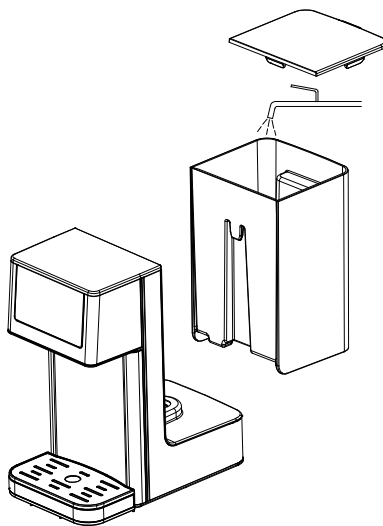

Рис. 1
- Вы можете снять резервуар для воды (6) и наполнить его водой (рис. 1), установите резервуар (6) на место и закройте его крышкой (5).
- Поставьте чашку, необходимого объема, на решётку (2) съемного поддона для капель воды (1), убедитесь, что чашка находится под носиком для слива воды (3).
- Для разблокировки теплопота, нажмите и удерживайте кнопку (16) «» в течение примерно 3-5 секунд.
- Нажатием кнопки (14) «», установите нужный объем подачи воды: 100 мл, 200 мл, 300 мл, 400 мл, 000 (непрерывная подача воды), установленный объем подачи воды отобразится цифровыми символами (18).
- Нажатием кнопки (15) «» установите нужную температуру подачи воды: 45, 55, 65, 75, 85, 100°C, 000 (вода нормальной температуры), установленная температура подачи воды отобразится цифровыми символами (19).
- Для включения подачи воды нажмите кнопку (13) «», через 5-10 секунд вода будет непрерывно